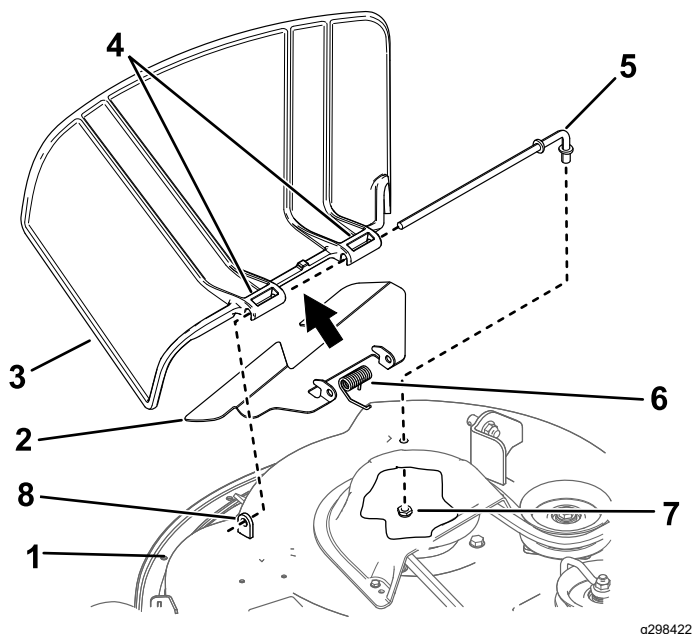

Bild 74
1. Nehmen Sie die Mutter ($\frac{3}{8}$ ") aus der Stange unter dem Mähwerk ab (Bild 74).
- Schieben Sie die Stange aus dem kurzen Vorsprung, der Feder, dem Ablenkblech und Grasablenkblech (Bild 74).
- Montieren Sie das neue Grasablenkblech und Ablenkblech (Bild 74).
- Schieben Sie die Stange durch das Ablenkblech und die zweite Halterung am Grasablenkblechzapfen (Bild 74).
- Befestigen Sie das hintere Stangenende mit einer Mutter (3/8") am Mähwerk, wie in Bild 74 abgebildet.